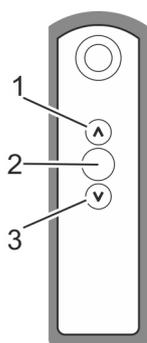

Abb. 11: Funkhandsender (beispielhafte Darstellung)
- Beleuchtung einschalten: AUF-Taste (Abb. 11/1) drücken.
- Beleuchtung ausschalten: AB-Taste (Abb. 11/3) drücken.
- heller: AUF-Taste (Abb. 11/1) gedrückt halten.
- dunkler: AB-Taste (Abb. 11/3) gedrückt halten.
- Voreingestellte Helligkeit: Taste (Abb. 11/2) drücken.